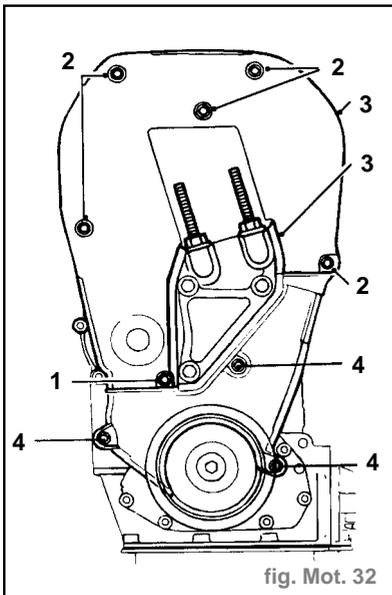

fig. Mot. 32
- Desserrer le boulon inférieur maintenant le couvercle supérieur de courroie de distribution sur le moteur (1) (fig. Mot. 32).
- Enlever les 5 boulons maintenant le couvercle supérieur de courroie de distribution sur le couvercle arrière (2).
- Déposer le couvercle supérieur de courroie de distribution et le joint en caoutchouc (3).
- Enlever les 3 boulons (4) maintenant le couvercle inférieur de courroie de distribution sur le moteur (fig. Mot. 32).